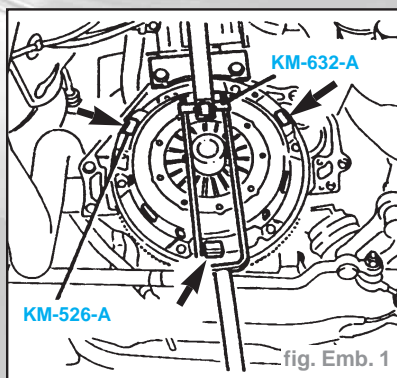

fig. Emb. 1
- Monter le dispositif tendeur **KM-632-A** sur bloc moteur (utiliser les vis M12 x 30 mm) puis comprimer le plateau de pression d'embrayage et installer le jeu de serrage **KM-526-A** (flèche) (fig. Emb. 1).